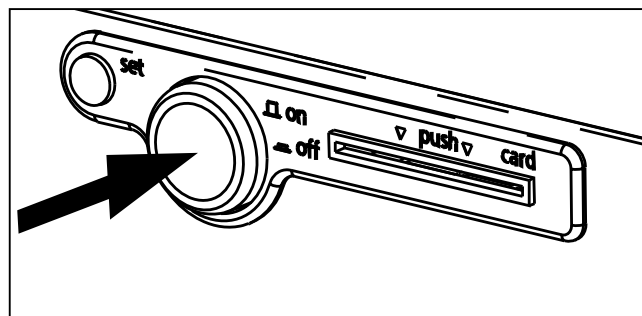

Fig. 20 Spegnere la camera per test
- ▶ Spegnimento: Premere l'interruttore principale fino a farlo rientrare completamente nell'apparecchio (Fig. 20).